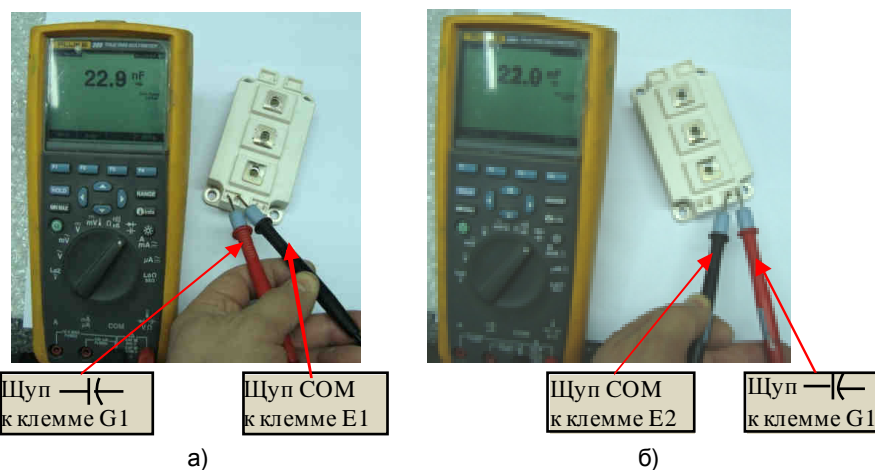

Рис. 7.3.
7.2.2. Установить мультиметр в режим измерения емкости и поочередно измерить емкость в нанофарадах между каждой парой выводов: верхнего плеча G1-E1 (рис. 7.3а) и нижнего плеча G2-E2 (рис. 7.3б).